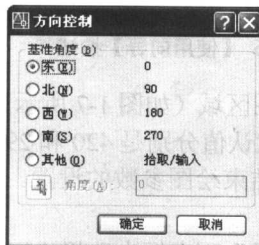

图 1-9 “方向控制”对话框
(3) 【方向】按钮 单击该按钮，系统显示“方向控制”对话框。如图 1-9 所示。可以在该对话框中进行方向控制设置。